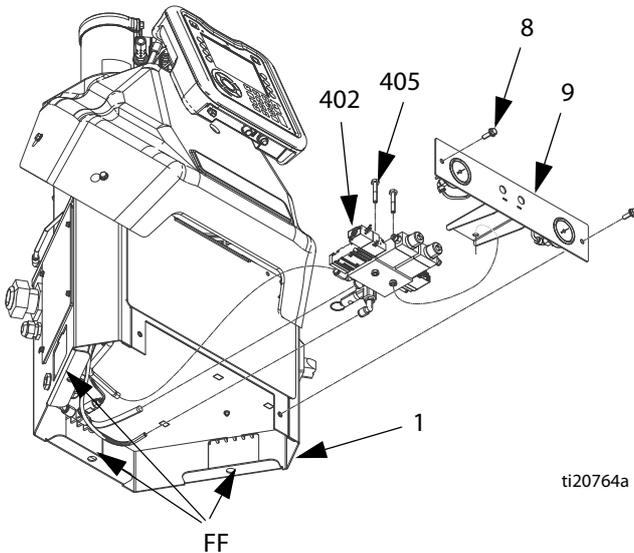

Рис. 44
Разборка (см. Рис. 44).
- Снимите переднюю панель (10) доступа с электрического блока (1).
- Выкрутите два винта (8) с помощью торцевого ключа диаметром 9,53 мм (3/8 дюйма).
- Проденьте руки в отверстия (FF) для доступа (см. Рис. 44) на дне электрического блока и отключите трубопроводы для воздуха от электромагнитных клапанов (402) элементов управления потоком воздуха.
- Выкрутите два винта (405), с помощью которых электромагнитные клапаны (402) крепятся к узлу (9) элементов управления потоком воздуха. Затем снимите электромагнитные клапаны элементов управления потоком воздуха.
Сборка (см. Рис. 44).
- С помощью двух винтов (405) прикрепите новые электромагнитные клапаны (402) к узлу (409) элементов управления потоком воздуха.
- Проденьте руки в отверстия (FF) для доступа (см. Рис. 44) на дне электрического блока и подключите трубопроводы для воздуха к электромагнитным клапанам (402) элементов управления потоком воздуха.
- Установите узел (9) элементов управления потоком воздуха на место и с помощью двух винтов (8) прикрепите его к электрическому блоку (1).